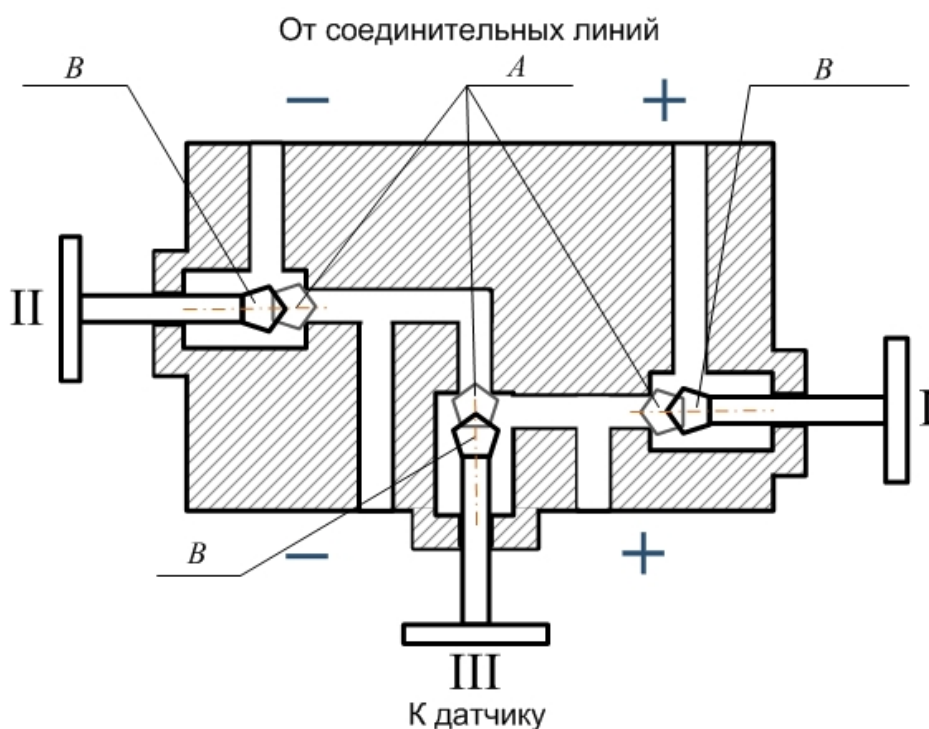

Рисунок 1 — Схема клапанного блока
2.2.10 Для исключения случаев возникновения односторонних перегрузок в процессе эксплуатации преобразователей разности давлений необходимо строго соблюдать определенную последовательность операций при включении преобразователя давления в работу при использовании клапанного блока (рисунок 1):